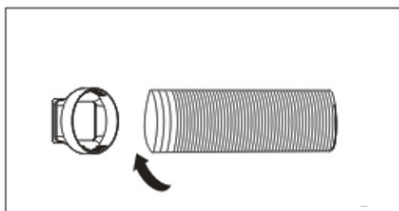

Рис. 2
2. Прикрутите входной адаптер (рис. 2).